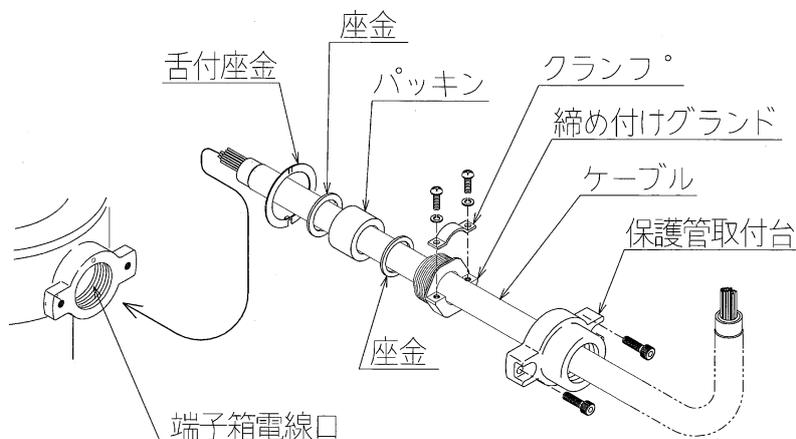
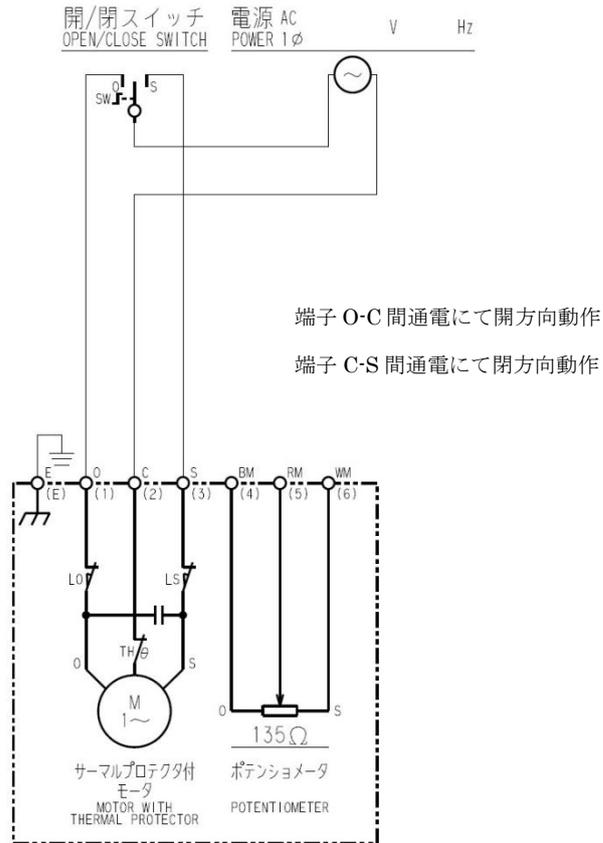

図6：耐圧パッキン式電線口詳細
図 7 : C形内部接続図
- (1) 端子箱カバーを取り外します。端子箱と端子箱カバーの間にはOリングが入っていますので、紛失したり傷を付けないように注意してください。
- (2) ケーブルを耐圧パッキン式電線口に通しケーブル先端に圧着端子を取付けます。圧着端子のかしめは適正工具で確実に行ってください。
- (3) ケーブルを図6の様に舌付座金、座金（2枚）、パッキン、締め付けグラントを順番に通します。ケーブルの位置決めをしたらクランプで締め付けグラントにしっかり固定します。
- (4) 締め付けグラントを端子箱電線口にスパナを用いて止まるまでしっかりねじ込みます。
- (5) 舌付座金は締め付けグラントの緩み止めです。あらかじめ折り曲げてある片方の舌を端子箱側の穴に入れてください。他方は締め付けグラントの六角面に沿って折り曲げます。
- (6) 図7に制御動作Cの標準接続図を示します。特殊仕様の場合、本図通りでは無いことがありますので、接続図や仕様書で確認してください。
- (7) 端子台への接続は、プラスドライバーの2番を使用し確実に行ってください。
- (8) 配線終了後、Oリングの挟み込みに注意して端子箱カバーを取付けてください。